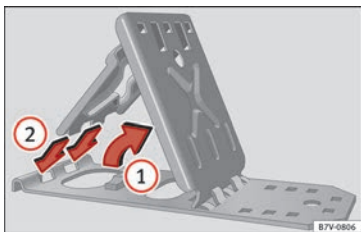

Abb. 101 Klappkeile ausklappen.
- Stützplatte anheben » Abb. 101 ①.
- Beide „Nasen“ der Fixierungsplatte ganz in die Langlöcher der Stützplatte stecken ②.